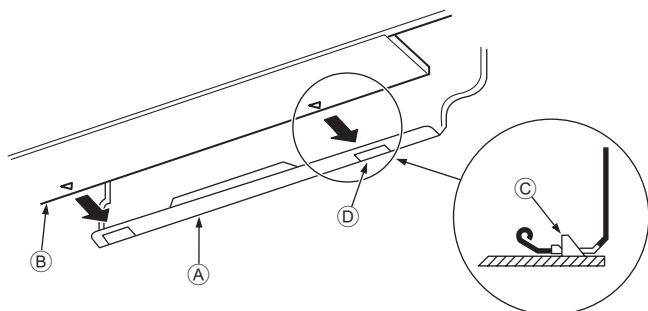

Рис. 3-15
3. Устанавливая трубки хладагента и дренажа в отверстие на стене (муфту), подвесьте верхнюю часть внутреннего блока к монтажной плите ①.
5. Закрепите блок, вдвинув его нижнюю часть в монтажную плиту ①. (Рис. 3-15)